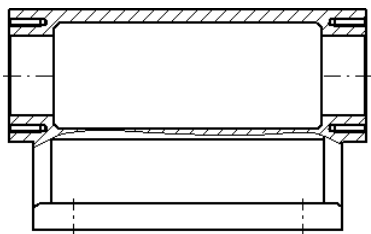

图 8.13.53 标注自动中心线 1
(1) 选择命令。单击 **主页** 选项卡 **注释** 区域中的  命令，系统弹出“自动创建中心线”命令条。
(2) 确认“中心线”按钮  和“添加线和标记”按钮  处于按下状态，其他按钮处于弹起状态，单击  按钮，在“中心线和中心标记选项”对话框中取消选中 ☐ **部分圆柱 (P)** 和 ☐ **圆弧 (A)** 复选框，单击 **确定** 按钮，然后在图形区单击主视图和左视图，结果如图 8.13.53 所示。